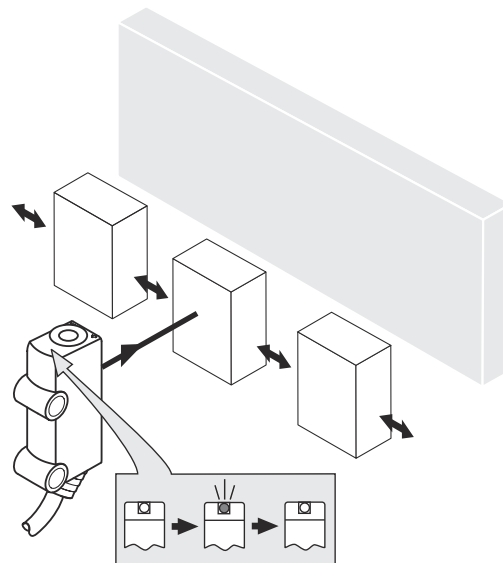

Figura 4: Direção preferencial
4. Observar a direção preferencial do objeto em relação ao sensor. ver figura 4, página 129